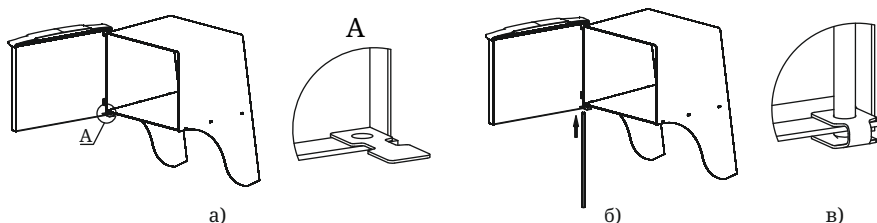

Рисунок 12. Установка дверцы при монтаже печи
2. Установите дверцу на втулки топливного канала, совместив отверстия (рисунок 12.а);
3. Совместите отверстие упора с нижним отверстием каркаса, при этом упор должен располагаться внутри каркаса (рисунок 12.а);
4. Вставьте ось через отверстия снизу вверх (рисунок 12.б);
5. Подогните упор, фиксируя конец оси между площадками упора (рисунок 12.в);